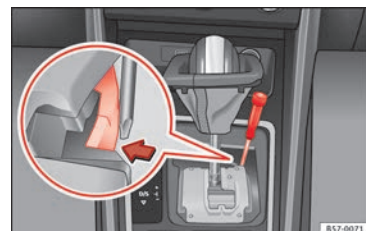

Fig. 60 Palanca selectora: desbloqueo de emergencia en la posición de aparcamiento.
- Con ayuda de un destornillador, presione lateralmente la pestaña amarilla de desbloqueo y manténgala presionada » » fig. 60 .